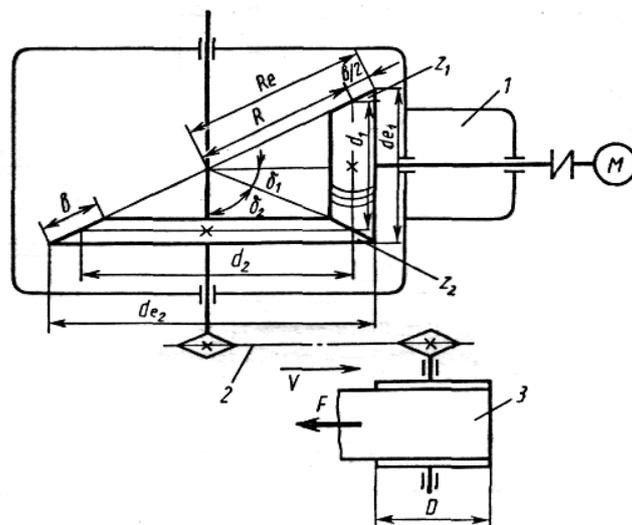

Рисунок 10. (к задачам 65, 79):
**Задача 65.** Рассчитать коническую передачу с круговыми зубьями для редуктора привода ленточного транспортера (рис. 10) и проверить передачу на контактную усталость рабочих поверхностей зубьев, если мощность на ведущем валу редуктора  $P_1$  и угловая скорость вала  $\omega_1$ . Передаточное число редуктора  $u$ . Редуктор нереверсивный, предназначенный для длительной работы при постоянной нагрузке. Данные
**Задача 79.** Определить, какую наибольшую мощность  $P_1$  можно передать приводной роликовой однорядной цепью с шагом  $p$ . Угловая скорость ведущей звездочки  $\omega_1$ . Передаточное число  $u$ . Межосевое расстояние  $a = 40r$ . Нагрузка спокойная. Смазка цепи периодическая. Передача горизонтальная. Натяжение цепи оттяжной звездочкой. Данные своего варианта принять по табл. 24 (см. рис. 10).